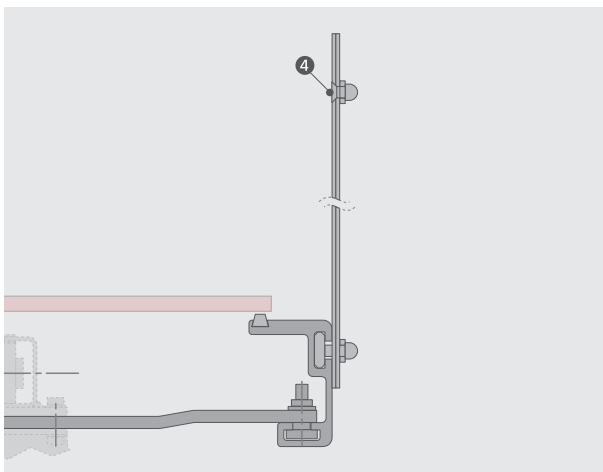

Abbildung 5.7.3
- Nur bei „Blechführung hoch“ (Höhe 300 mm): Blechführungen oben und in der Mitte untereinander verbinden. Senkkopfschraube (4) mit Hutmutter und Unterlegscheibe verwenden (im Lieferumfang enthalten, Anzugsdrehmoment 8,5 Nm). Blechführung von innen so weit ansenken, dass die Schraubenköpfe nicht übersteht. (Abb. 5.7.3)